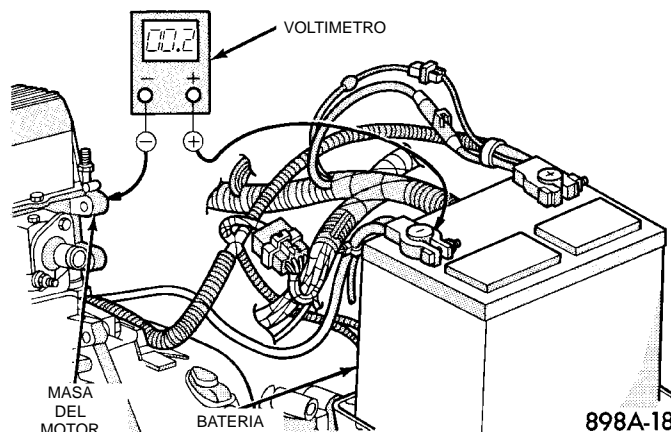

Fig. 14 Prueba de resistencia del circuito de masa - Característica
(4) Conecte el voltímetro para medir entre el borne negativo de la batería y una buena masa limpia en el bloque del motor (Fig. 14). Gire y mantenga el interruptor de encendido en la posición START. Observe el voltímetro. Si la lectura es superior a 0,2 voltios, limpie y apriete la conexión del cable negativo de la batería al bloque del motor. Repita la prueba. Si la